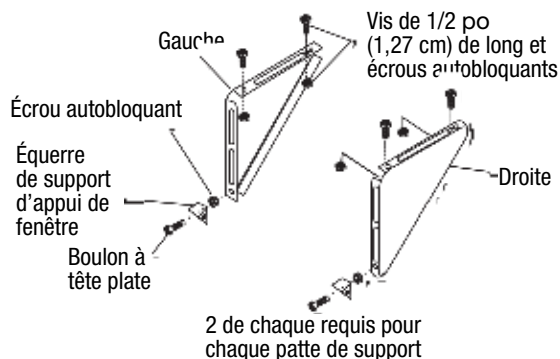

FIG. 15B
2. Assemblez le support d'angle de l'appui aux pattes de support à la position marquée. (Voir la figure 15B.) Serrez à la main afin de permettre des modifications plus tard.